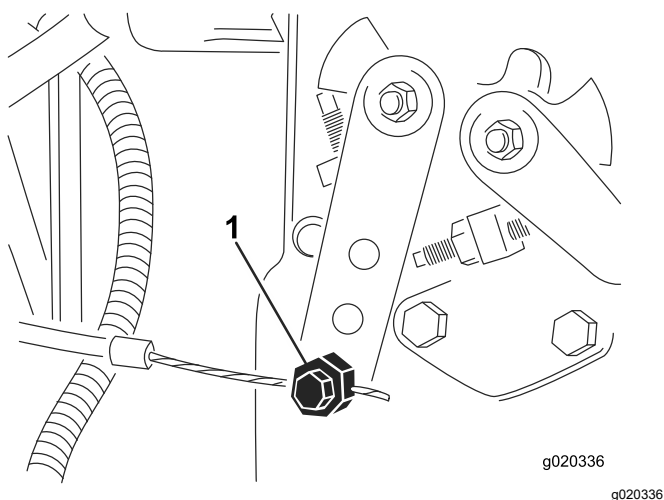

Рисунок 92
4. Ослабьте соединитель тросика дроссельной заслонки на плече рычага инжекторного насоса (Рисунок 92).